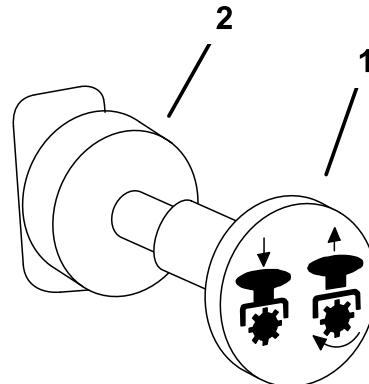

Figure 15
4. Tirez sur la commande de prise de force (PDF) pour l'engager (Figure 15).
Repoussez la commande de PDF en position DÉSENGAGÉE pour la débrayer (Figure 15).